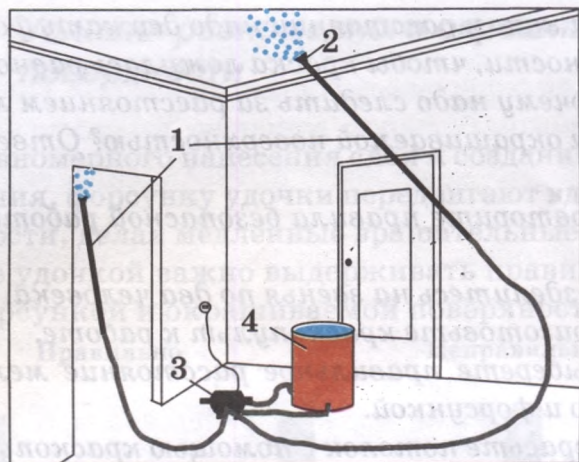

Рис. 3. Электрокраскопульт:
**Электрокраскопульт** (рис. 3) – это электрический аппарат, который предназначен для нанесения краски на поверхность методом распыления.